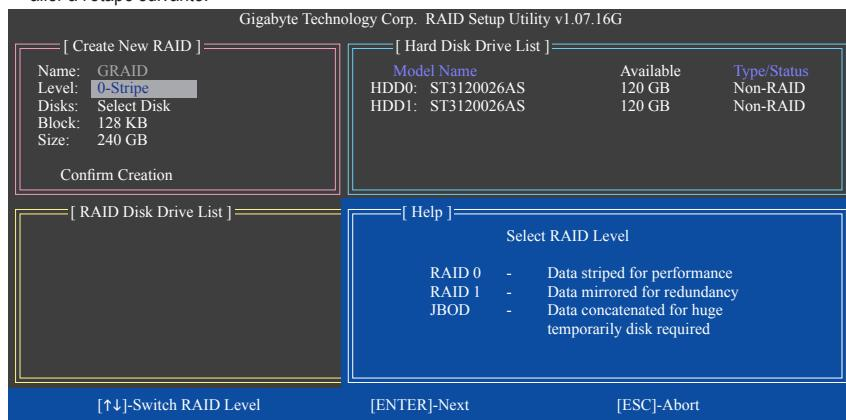

Figure 5
Le bloc **Create New RAID** affichera tous les éléments qui doivent être configurés pour créer une matrice (Figure 5).
- 2. Sélectionner le mode RAID :** Dans l'élément **Level**, utilisez les touches flèches vers le haut ou le bas pour sélectionner RAID 0 (Stripe), RAID 1 (Miroir) ou JBOD (Figure 5). Appuyer alors sur <Enter> pour aller à l'étape suivante.